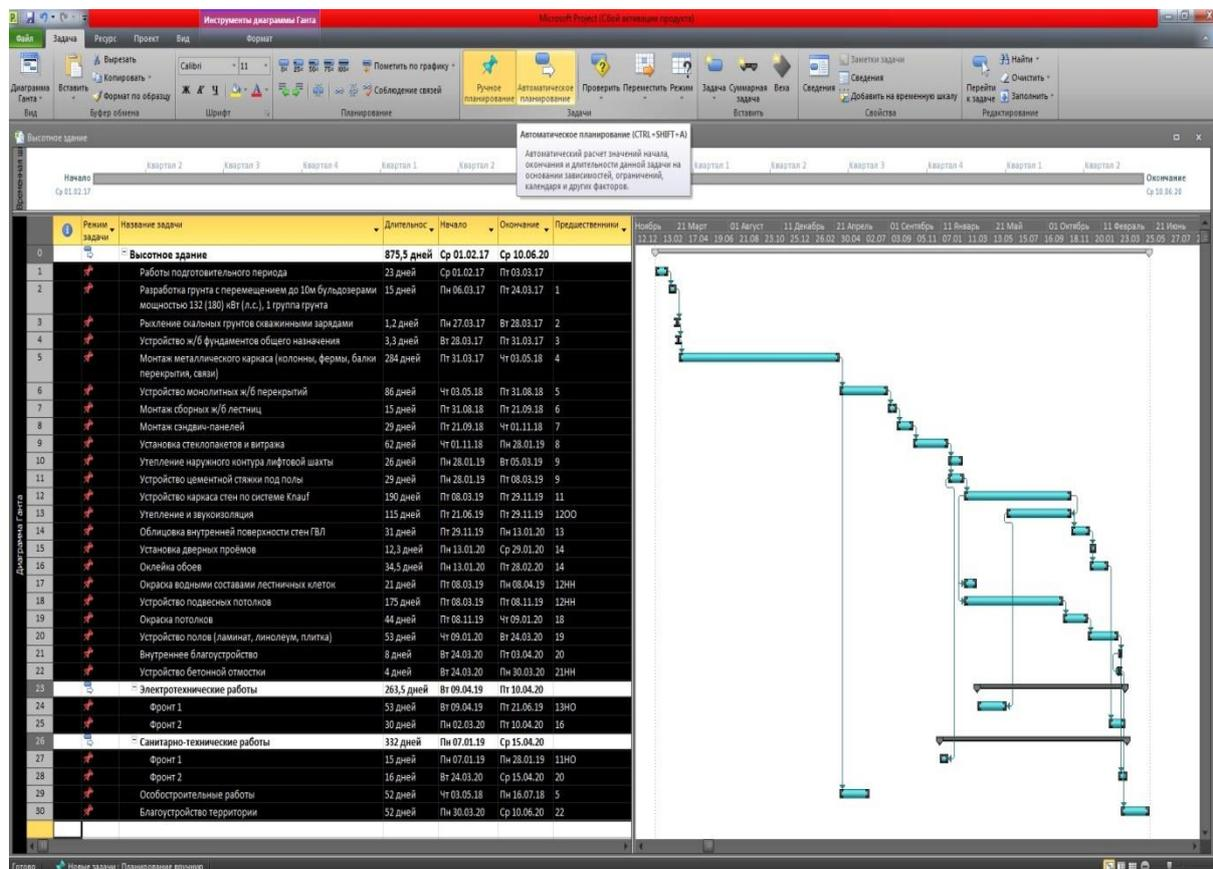
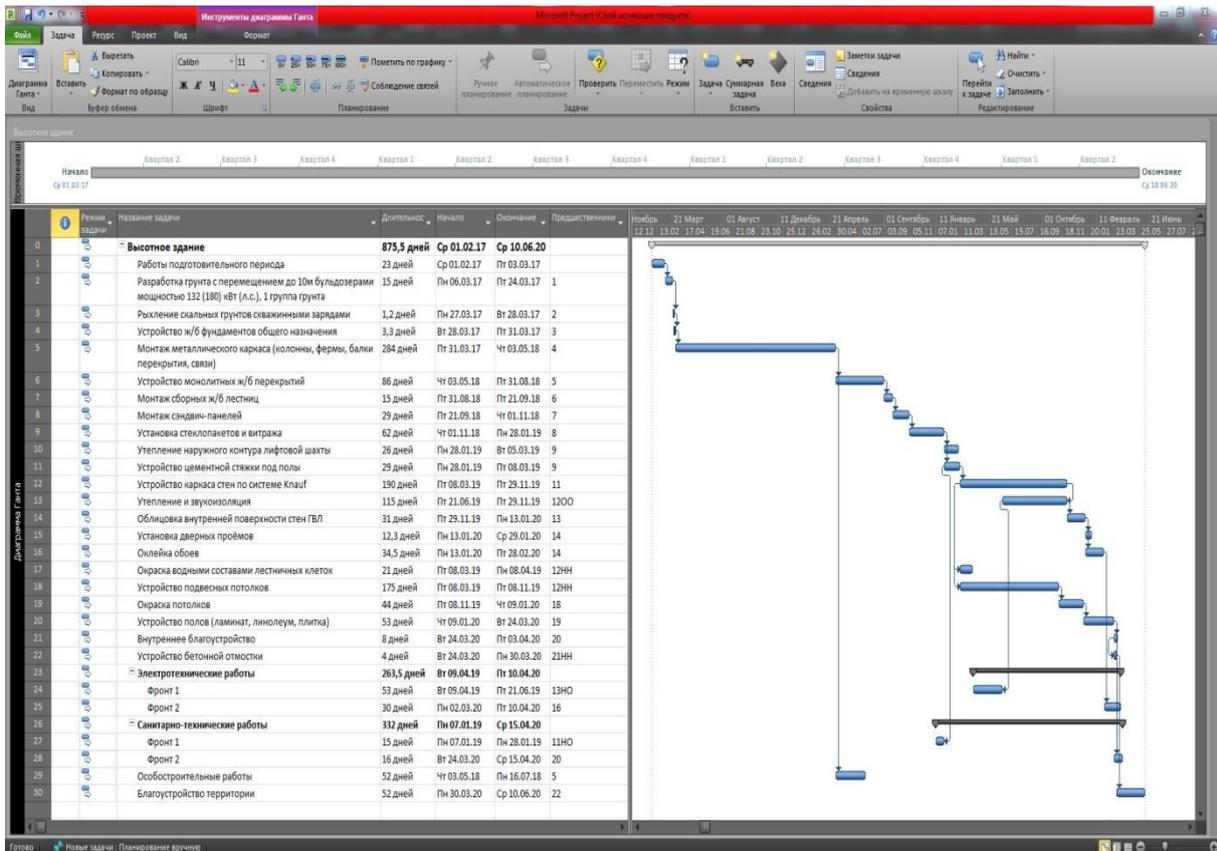

Рис. 16. Установка задачам режима «Автоматическое планирование»
Рис.17. Результат установки задачам режима «Автоматическое планирование» для проекта Высотного здания
1) В рабочей области выделяем (с помощью кнопки «Ctrl») все задачи, кроме суммарных, и во вкладке «Задача», в разделе «Задачи» нажимаем на пиктограмму «Автоматическое планирование» (рис. 16). Получаем результат, показанный на рис. 17 и 18 для проектов Высотного здания и Спортивного комплекса соответственно. Произошло несколько изменений: первое – в столбце «Режим задачи» изменился формат значков, а второе – график поменял свой цвет;